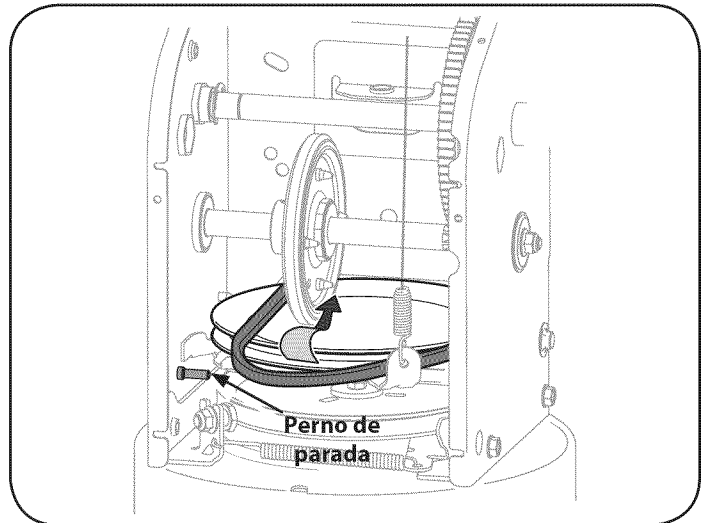

Figura 28
6. Detrás la parada se escapa para aumentar la autorización entre el disco de rueda de fricción y rueda de fricción. Vea la figura 28.
7. Deslice la correa de la transmisión fuera de la polea y de entre la rueda de fricción y el disco de la rueda de fricción. Vea la figura 28.